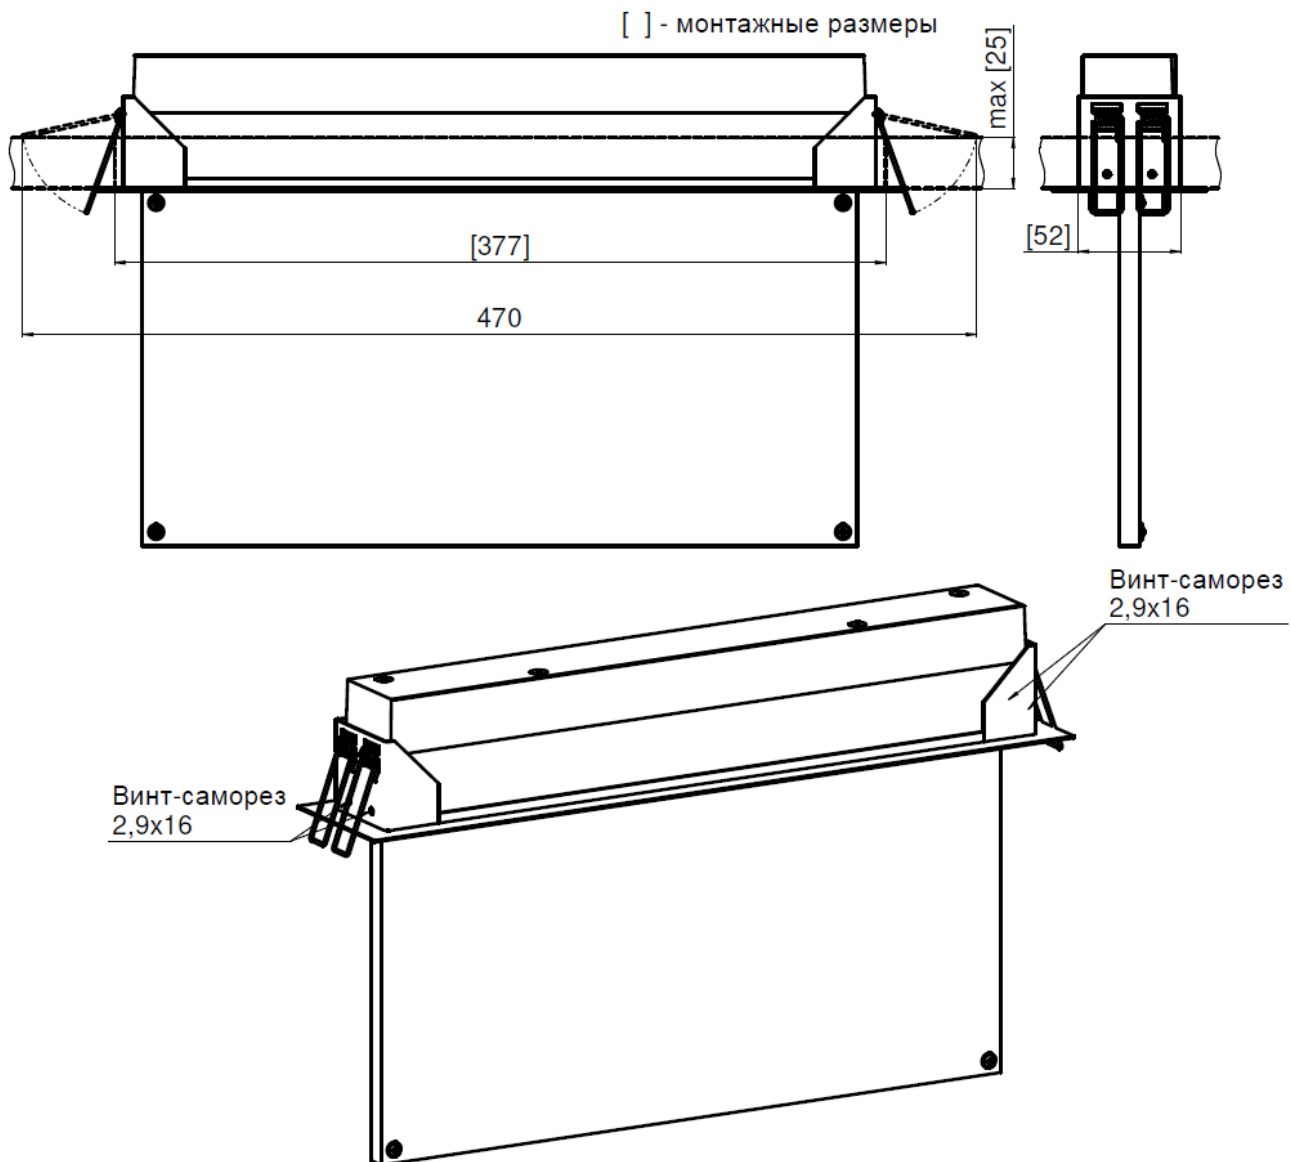

Рис. 2 - Монтажные размеры боксов потолочных серии BS-BP-9, BS-BP-10.
3.3. Сделать отверстие в монтажной поверхности согласно монтажным размерам бокса потолочного (см прил. №2, рис. 2);